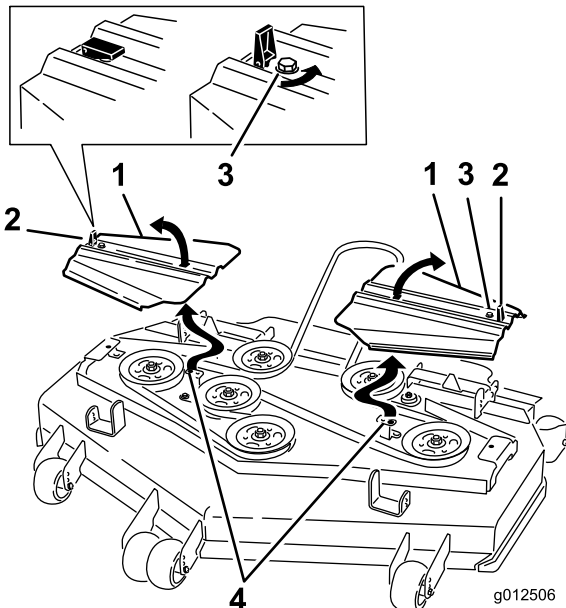

Bild 90
14. Setzen Sie die Riemenabdeckungen auf. Die Nasen sollten in den Schlitten stecken. Setzen Sie die Schrauben und schließen Sie die Laschen (Bild 90).